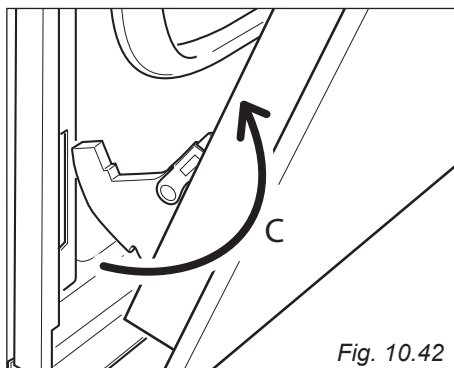

Fig. 10.42
- Estrarre i ganci delle cerniere (destra e sinistra) dal loro alloggiamento (freccia "C" - fig. 10.42).